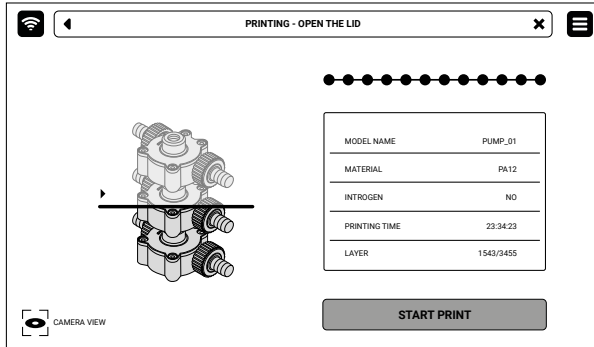
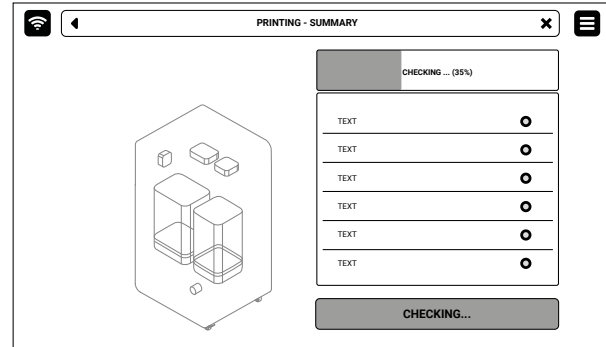

Abb. 6.12 Bildschirm **START PRINT**.
Abb. 6.13 Bildschirm **SELF-CHECK** vor dem Druck.
2. Drücke auf **START PRINT** (Abb. 6.12). Vor dem Druck wird eine automatische Komponentenprüfung durchgeführt (Abb. 6.13)